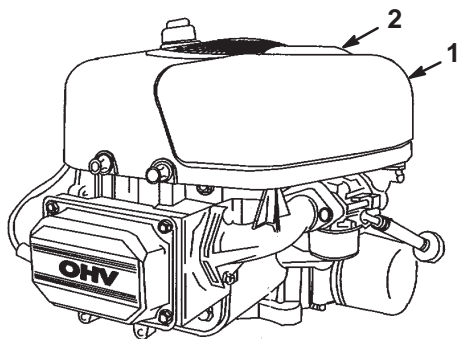

Figure 21
7. Tirez la poignée du couvercle du filtre à air et tournez-la vers le moteur (Fig. 21).